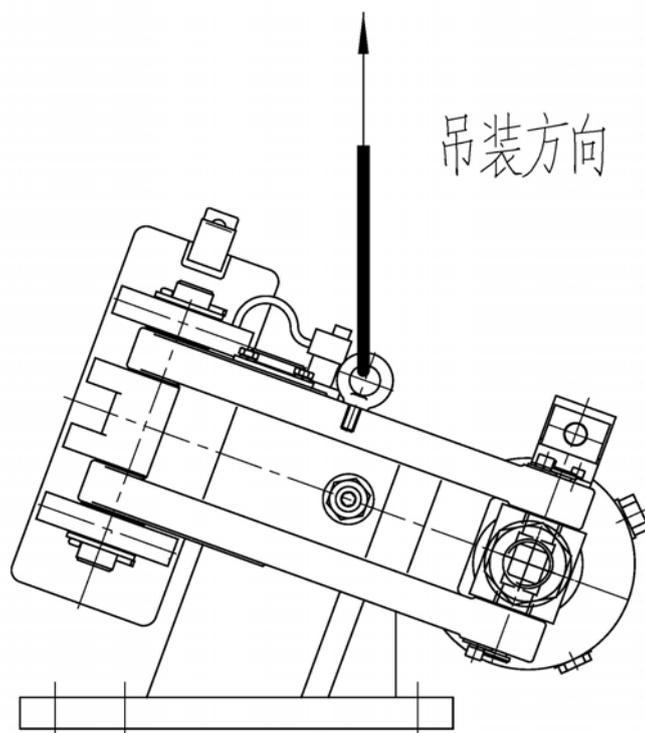

图 2.4-10 制动器吊点图
- 制动器总重195~280Kg，请使用合适的工具搬运，采用图2.4-10中吊点，进行制动器吊装。